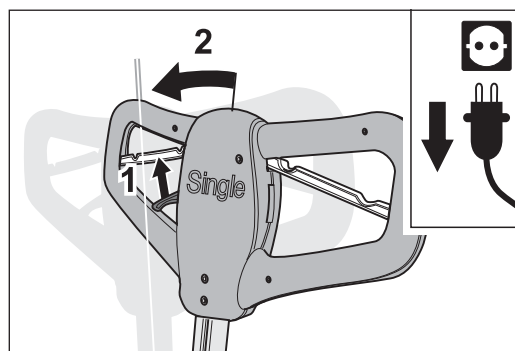

Fig. 13 Accionamiento de la palanca reguladora para liberar el bloqueo y empujar la altura del mango hasta el tope.
- 3 Accione la palanca reguladora para liberar el bloqueo del mango y empuje éste hasta el tope más allá de la posición vertical (fig. 13).